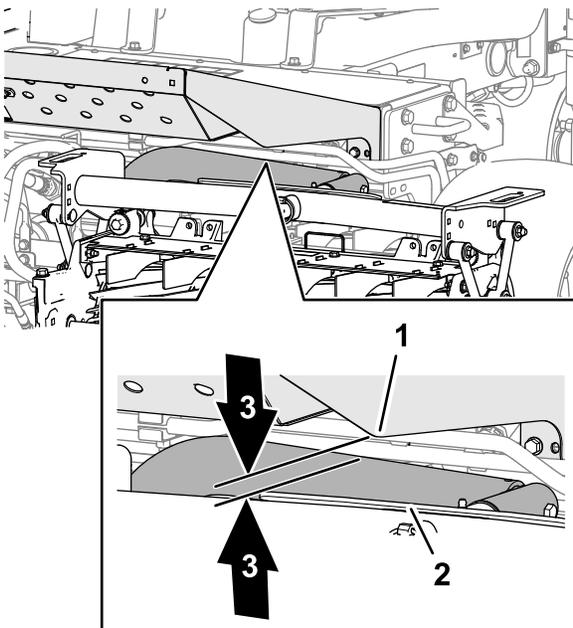

Figura 26
3. Nas unidades de corte frontais, meça a distância entre o braço de elevação esquerdo e o suporte da placa inferior, e o braço de elevação direito e o suporte da placa inferior (Figura 26).